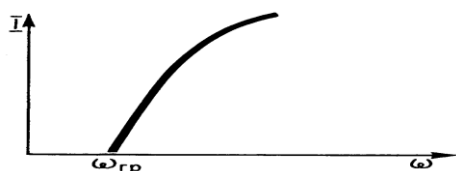

Рис. 5
2. Существует граничная частота $\omega_{\text{гр}}$, ниже которой для данного металла фотоэффект отсутствует, независимо от интенсивности света и продолжительности облучения. (рис. 5).